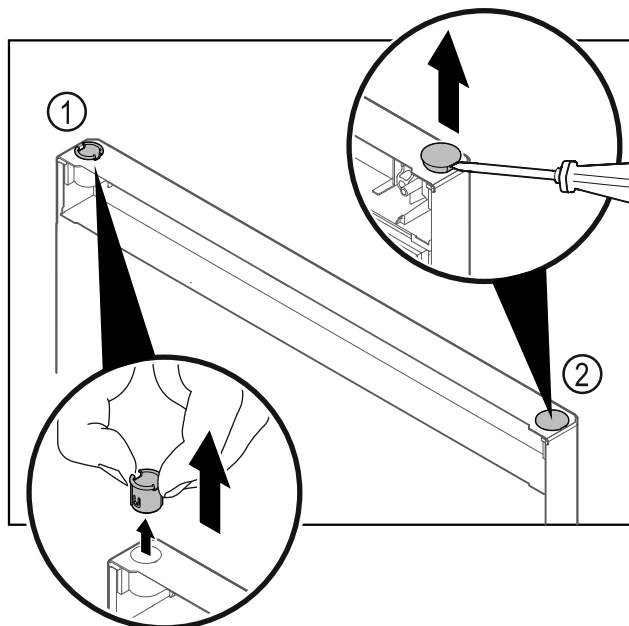

Fig. 21
- ▶ Изтеглете с пръсти втулката на пантата Fig. 21 (1).
- ▶ С плоска отвертка внимателно повдигнете покриващата тапа Fig. 21 (2) и я извадете.